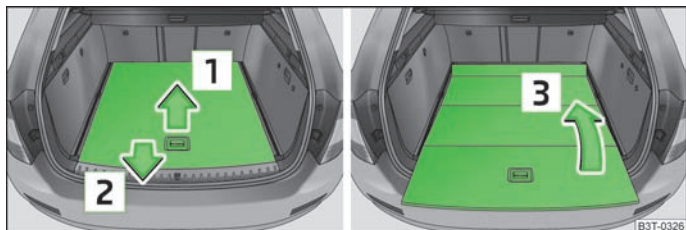
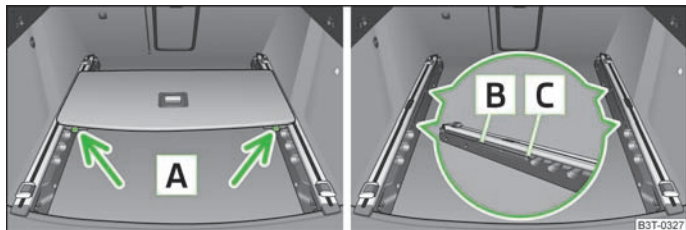

Fig. 75 Coffre à bagages : rabattre le plancher de chargement variable
Fig. 76 Coffre à bagages : dépose du plancher de chargement variable
- Attrapez la partie arrière du plancher de chargement variable par la poignée, soulevez-le légèrement dans le sens de la flèche [1] » fig. 75 et faites-le sortir en le tirant jusqu'au dessus du pare-chocs dans le sens de la flèche [2] jusqu'à ce qu'il s'enclenche dans l'ouverture [C] » fig. 76.
- Repliez le plancher de chargement en le déplaçant dans le sens de la flèche [3] » fig. 75.
- Appuyez sur les touches de verrouillage [A] » fig. 76 et sortez le plancher.
- Poussez le plancher vers l'avant jusqu'à ce qu'il s'enclenche dans les ouvertures [B] des glissières de support » fig. 76.